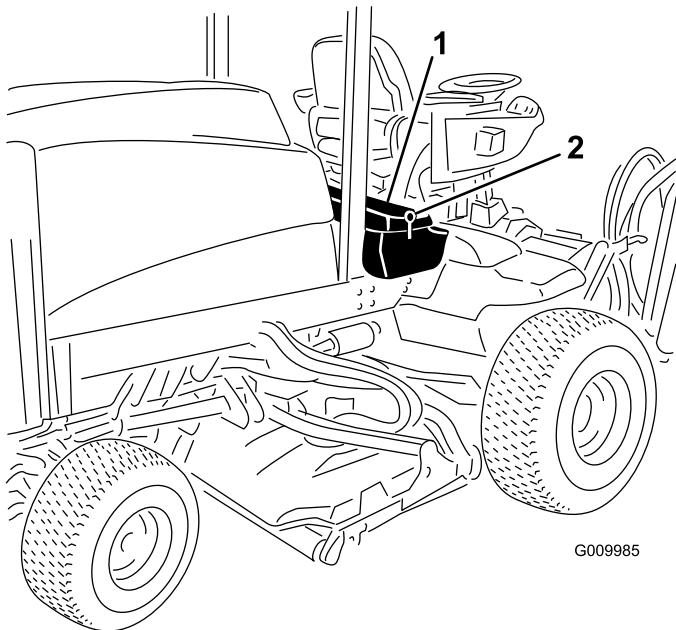
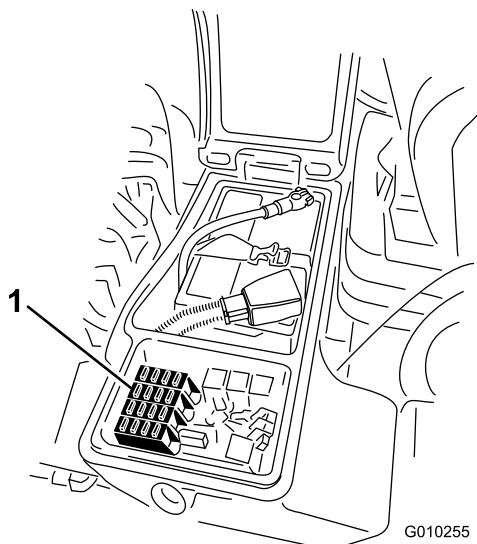

Figure 62
Figure 63
1. Ouvrez le verrou du couvercle du bac de rangement droit et soulevez le couvercle (Figure 62).
1. Ouvrez le verrou du couvercle du bac de rangement droit et soulevez le couvercle (**Figure 62**) pour exposer le porte-fusibles (**Figure 63**).
2. Remplacez les fusibles qui ont fondu selon les besoins (**Figure 63**).
3. Refermez le couvercle du bac de rangement droit et fixez-le en place avec le verrou (Figure 62).